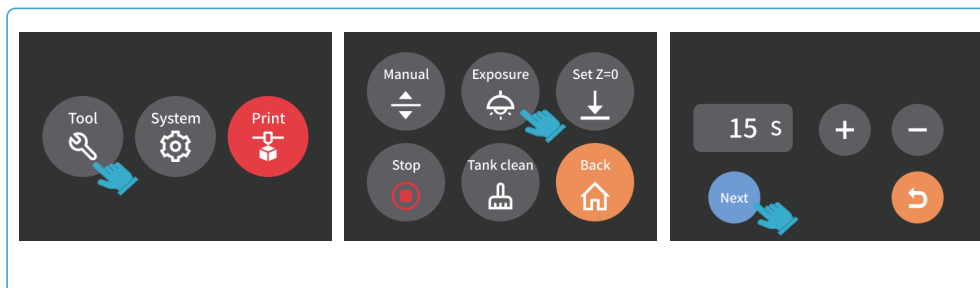

Figura 12
6. Scoateți cartela și atingeți **Tool** → **Exposure** → **Next** pentru a testa ecranul LCD și sursa de lumină LED. Dacă pe ecranul LCD apare **ELEGOO TECHNOLOGY www.elegoo.com**, imprimanta 3D funcționează corect și nivelarea este încheiată (vezi Figura 12).